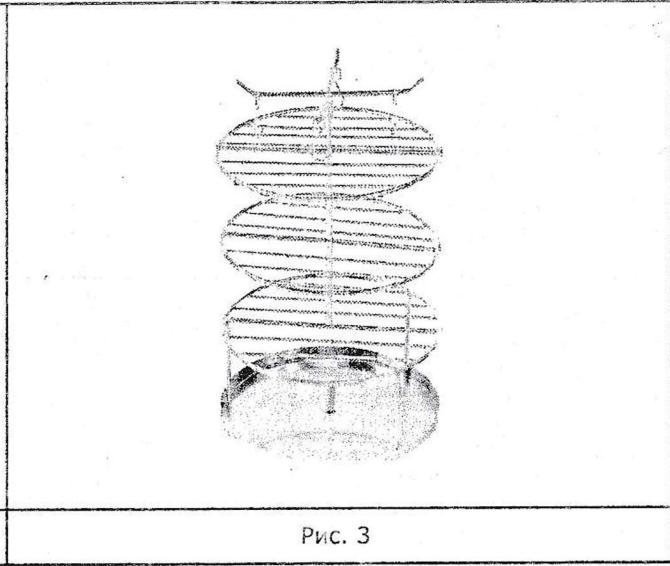

Рис. 3
2. **Набор решеток для копчения** (Рис. 3), в этом случае можно использовать в качестве коптильни. Так как емкость автоклава закрывается герметично, то его можно использовать в том числе и для копчения продуктов в домашних условиях.